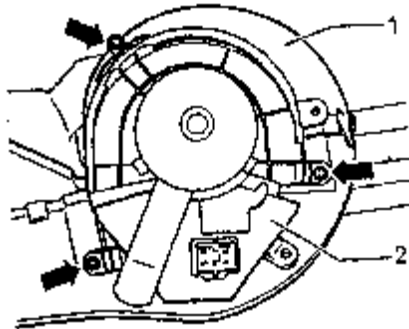

图 13-51 取出新鲜空气鼓风机及控制单元
(6) 带有鼓风机控制单元 J126 的新鲜空气鼓风机 V2 的拆卸。拆卸副驾驶员侧的杂物盒。如图 13-51 所示，拧出紧固螺栓（箭头），将新鲜空气鼓风机连同鼓风机控制单元 2 从壳体 1 中取出。